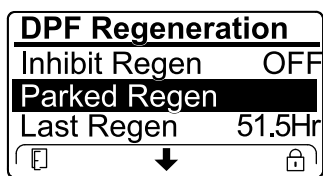

Рисунок 59
- Если компьютер двигателя запрашивает или выполняет восстановительную регенерацию, а вы перейдете вниз к опции PARKED REGEN (СТАЦИОНАРНАЯ РЕГЕНЕРАЦИЯ), стационарная регенерация будет заблокирована и в нижнем правом углу дисплея инфо-центра появится значок «Замок» (Рисунок 59).